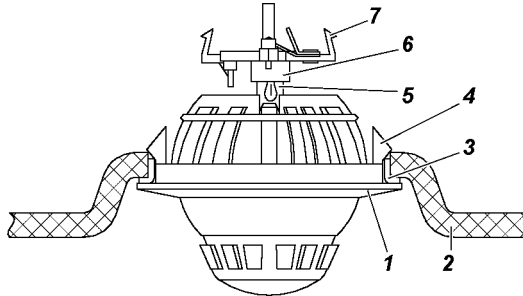

Рис. 9.42. Плафоны индивидуального освещения:
**Плафоны индивидуального освещения.** Для замены лампы осторожно, чтобы не повредить обивку крыши и плафон, подденьте отверткой корпус 1 (рис. 9.42) и потяните плафон вниз. С помощью отвертки выведите из зацепления защелки 7 патрона и выньте патрон.